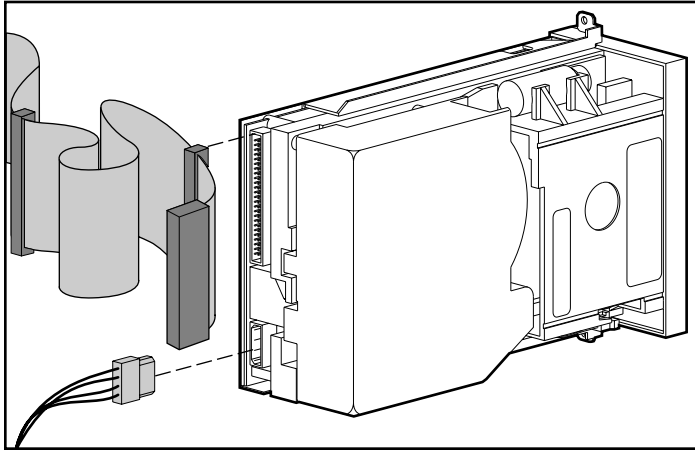

Figure 2-8 : Branchement du câble SCSI Wide interne sur l'unité de sauvegarde
7. Branchez le câble signaux SCSI Wide interne sur l'unité de sauvegarde sur cartouche. Voir la figure 2-8.